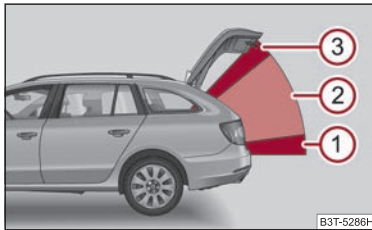

Fig. 34 Denumirea zonelor
La acționarea capacului portbagajului, sistemul face diferență între 3 zone ⇒ fig. 34, în care funcția elementelor de comandă se modifică. De asemenea, se face diferență și între pozițiile finale ale capacului portbagajului - complet închis în încuietoria încuiată și complet deschis.
Deschiderea zonei ③ ⇒ pagina 47, fig. 34 se modifică proporțional, în funcție de reglajul poziției superioare a capacului portbagajului ⇒ pagina 48. Dacă se reglează poziția superioară a capacului în zona ②, zona ③ nu este activă, deschiderea zonei ② se modifică proporțional, în funcție de poziția superioară a capacului portbagajului. ■